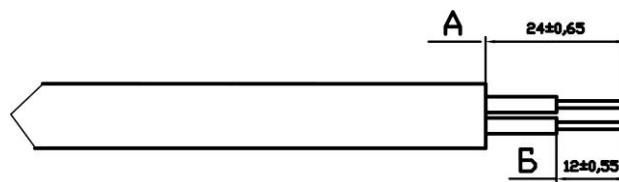

Рис. 5.3
5.3 Подготовить сетевой кабель в соответствии с рис. 5.3. Для чего освободить на 24 мм изолированные проводники кабеля от защитных и экранирующих покрытий,